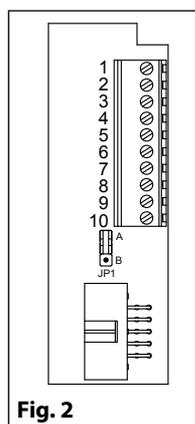

Fig. 2
2. Appoggiare la base del citofono alla parete tenendo una distanza di circa 135cm tra la parte bassa della base ed il pavimento (**Fig. 2**) quindi prendere i riferimenti per i fori nella parete considerando che il gruppo di fili **(A)** deve passare attraverso l'apertura **(B)** (**Fig. 3**).